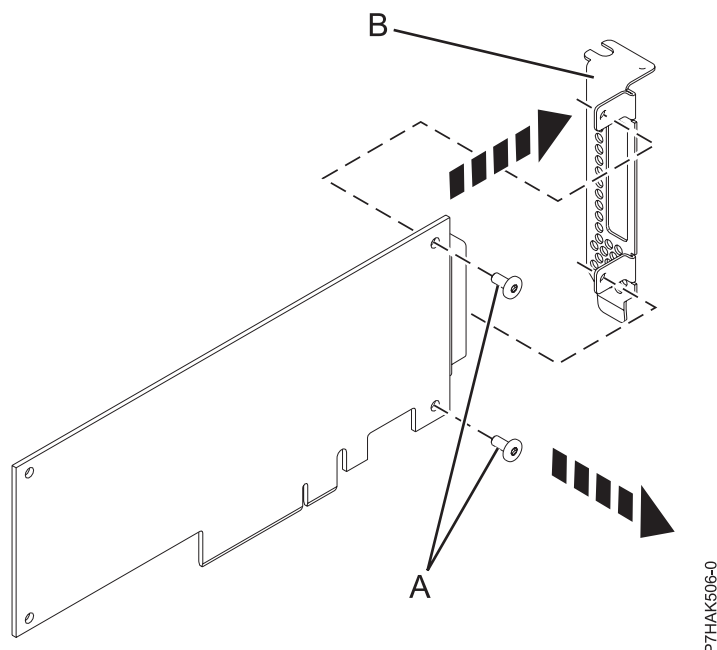

Figura 31. Extracció de la contrapunta de perfil baix d'un adaptador PCI que falla
4. Fent servir un tornavís Phillips, traieu els dos cargols (A) que subjecten la contrapunta (B) amb l'adaptador PCI que falla, com es mostra a la Figura 31.